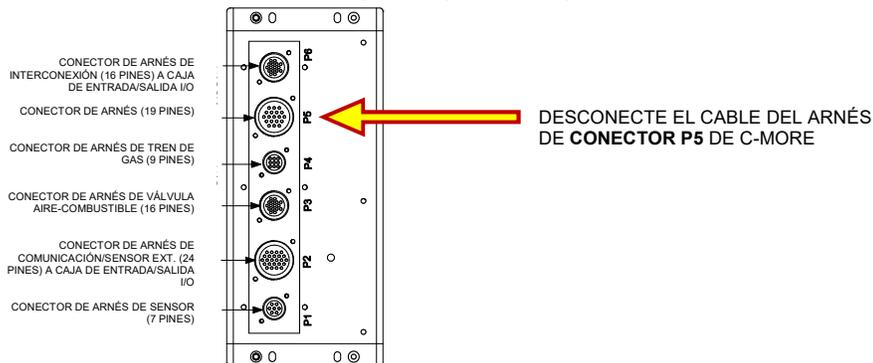

Figura 4-13: Retirada del cable del arnés del conector del panel trasero de C-More
2. Retire el conector del cable del arnés (macho) del conector P-5 (hembra) en el panel frontal del Controlador C-More (ver Figura 4-13).